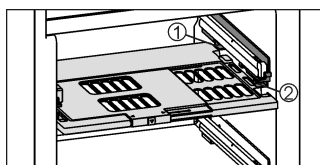

Fig. 11
- ▶ Introducir la placa de regulación de la humedad: introduzca los nervios de la tapa de la placa desde abajo en el soporte trasero Fig. 11 (1) y encájelos por delante en el soporte Fig. 11 (2).